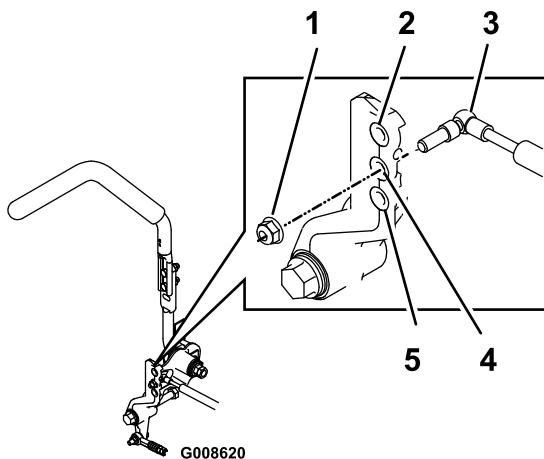

**Figura 82**
10. Ajuste la longitud de las varillas de control de las bombas girando las tuercas dobles de la varilla en el sentido apropiado, hasta que las ruedas se muevan ligeramente en marcha atrás (Figura 82).